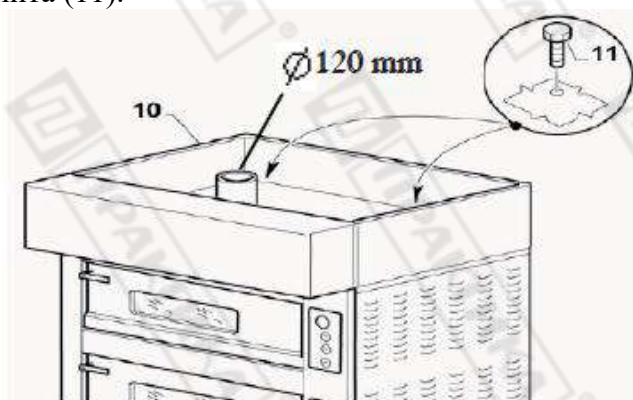

Рисунок 8.
Монтаж колпака (Рис. 8). Разместите колпак (10) над последним уровнем печи и закрепите его, завинтив четыре винта (11).